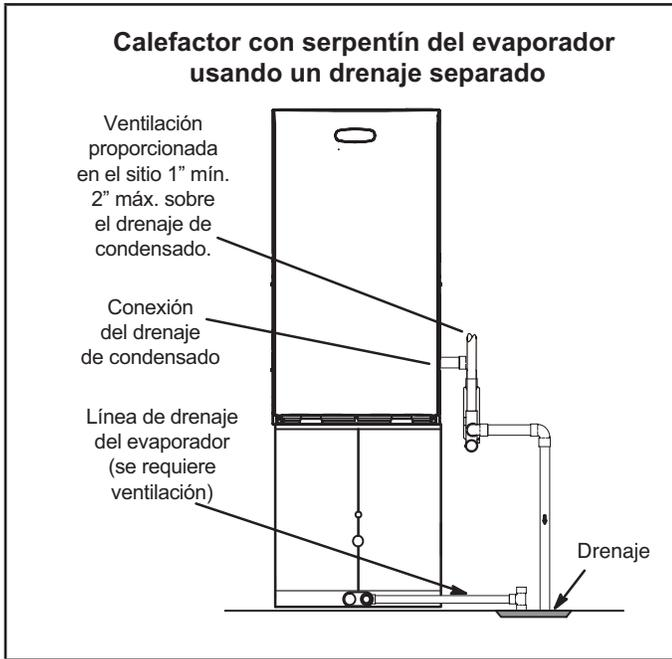
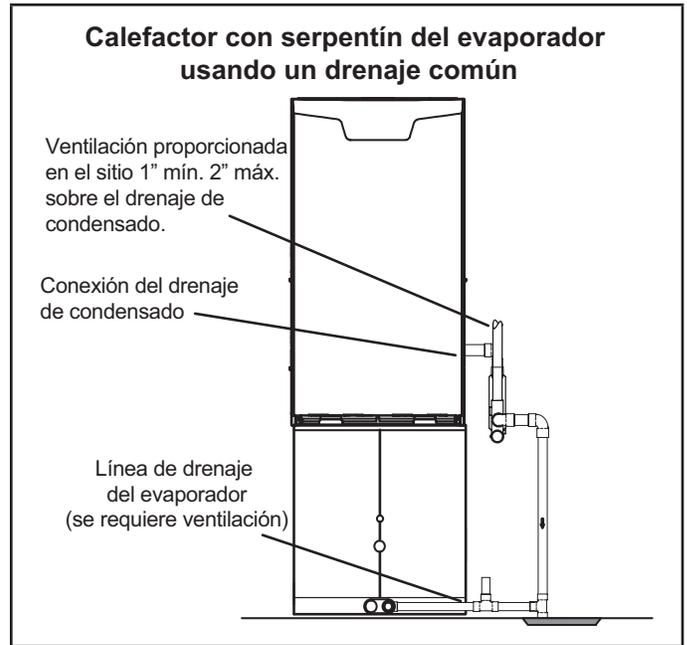

FIGURA 45
FIGURA 46
- 5 - La FIGURA 45 muestra el calefactor y el serpentín del evaporador usando un drenaje separado. Si es necesario, la línea de condensado del calefactor y del serpentín del evaporador se pueden drenar juntas. Ver FIGURA 46. La ventilación proporcionada en el sitio debe ser de un largo mínimo de 1" hasta un largo máximo de 2" arriba de la conexión de la salida de drenaje de condensado.